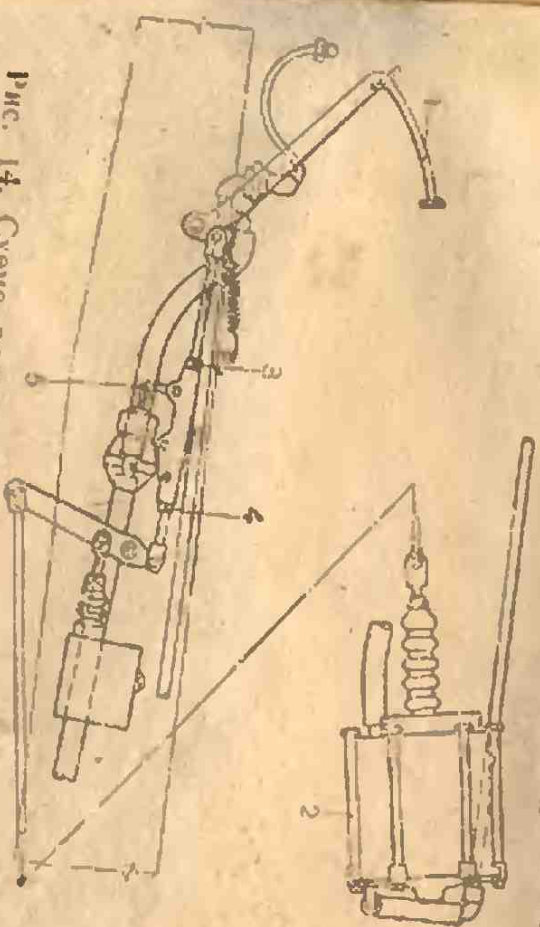

Рис. 14. Схема гидравлической системы привода тормозов:
2. Медленно нажимаи на педаль тормоза, провери величину её свободного хода. Регулировку свободного хода педали производи, удлиняя или укорачивая тягу при помощи гайки 3 (рис. 14).